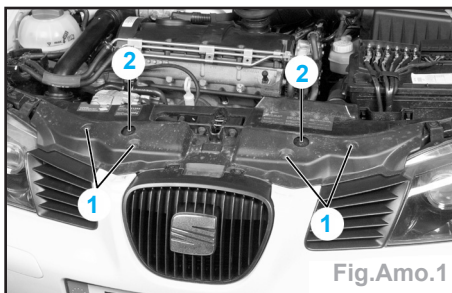

Fig.Amo.1
- les 4 vis torx (1) et les 2 agrafes (2) (Fig.Amo.1),